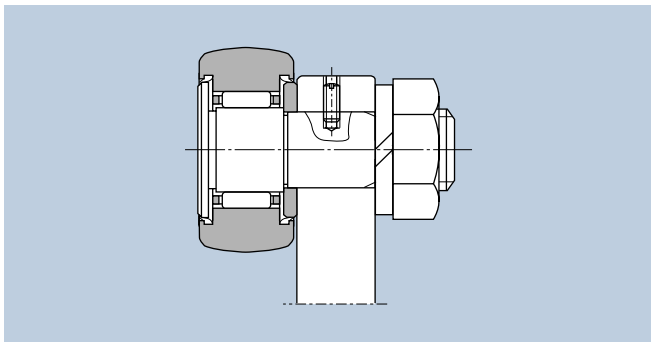

Fig.6
(6) A hole is provided in the center of the stud as illustrated in Fig. 6. Use this hole for locking the follower in place or grease replenishment.
(6) スタッド中央の軸心に直角に設けた穴は、図6のような回り止め、またはグリースの補給用として用いる。